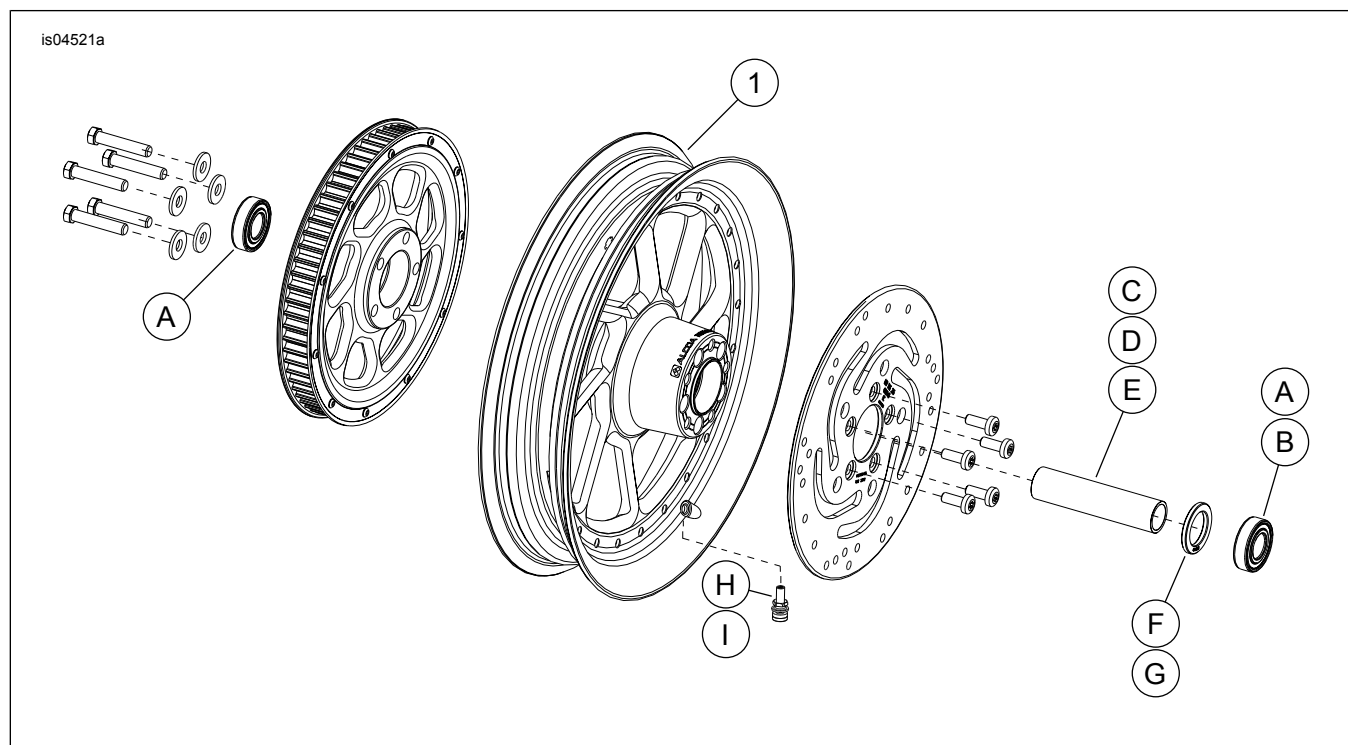

Figura 1. Parti di ricambio: Ruote posteriori Road Winder
Vedere Figura 1 e Tabella 2.
2. Vedere Figura 1. Montare sulla ruota il gruppo dello stelo della valvola (H o I). Consultare il manuale di manutenzione.